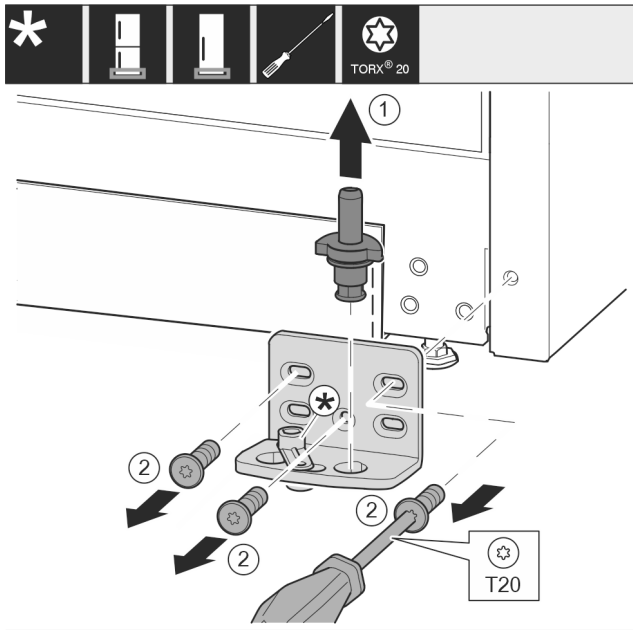

Fig. 27
- Повністю витягніть опорний гвинт Fig. 27 (1) рухом вгору.
- Викрутіть гвинти Fig. 27 (2) за допомогою викрутки та зніміть опорний кронштейн.